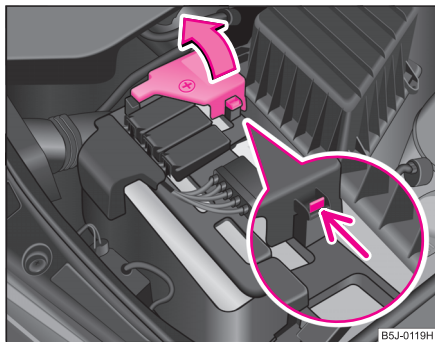

Fig. 168 Bateria: Deschiderea capacului polului plus
- Rabateți capacul polului plus (+) ⇒ fig. 168.